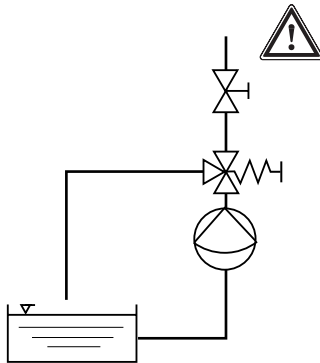

Abb. 10
- ▶ Als Überlastschutz für die Druckleitung ist ein Überströmventil mit Rückführung in den Vorratsbehälter vorteilhaft, z. B. ein ProMinent® Mehrfunktionsventil (Abb. 10).